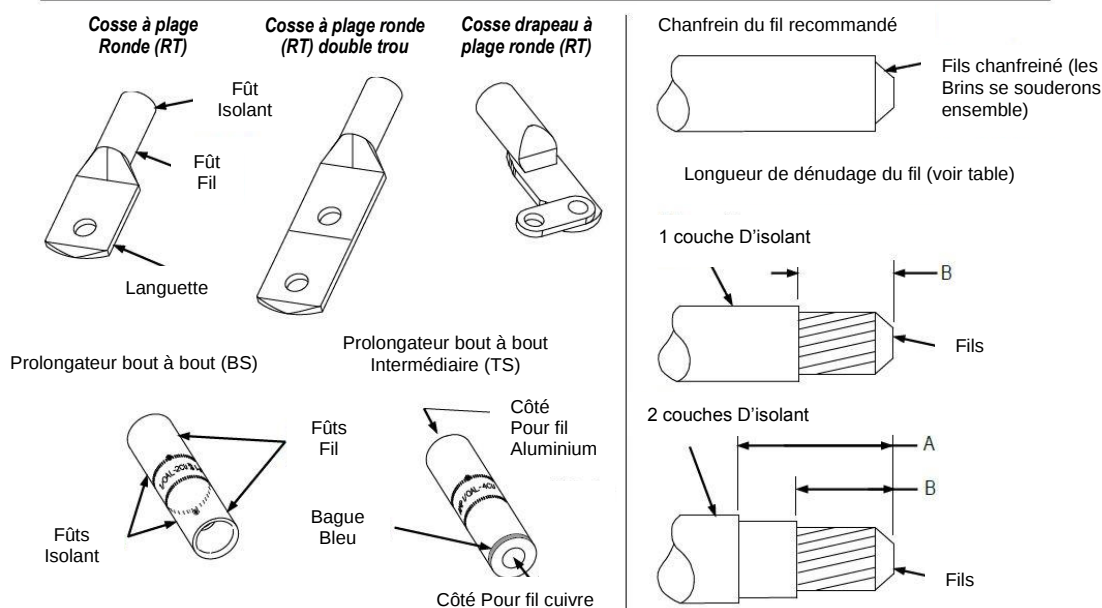

Figure 2
1. Se reporter à la Figure 2/Table 2, et sélectionner le jeu de mâchoires, la cosse ou prolongateur approprié au fil.
2. Couper le fil perpendiculairement à son axe: Ne déformez pas la forme du fil. Il est recommandé de chanfreiner l'extrémité du fil. Voir Figure 2. Le Chanfrein facilite l'insertion du fil dans la cosse ou le prolongateur.
3. Dénuder le fil à la longueur indiquée Figure 2/Table 2. Ne pas Couper ou entailler des brins de fil. La longueur de dénudage du fil dépendra du nombre de gaine isolante couvrant le fil.